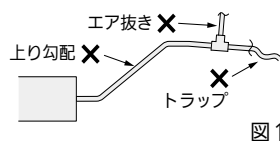

図 17
- 接続部より上り勾配で配管しないでください。(ユニット停止時、ドレン水が逆流して水漏れの原因になります) (図 17)
- エア抜き管は付けしないでください。(ドレン水が吹き出ることがあります) (図 17)
- 途中に立上げやトラップを作らないでください。(異常音の原因になります) (図 17、19)